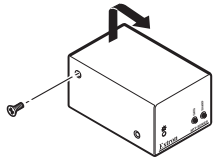

図 2-1 MTP 本体のカバーの取り外し方
1. MTP 本体のカバーを固定している 4 本のネジ (装置の各サイドに 2 本) を取り外し、保管しておきます。図2-1 を参照してください。